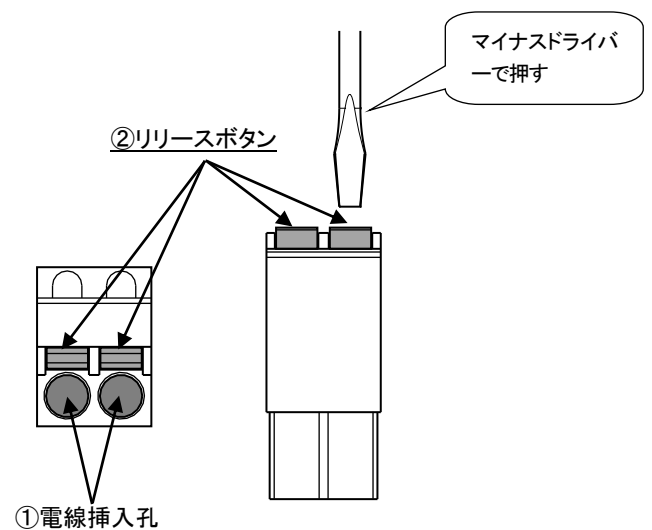

図 11-1 通信ポートコネクタ
(2)図 11-1 を参照してください。リリースボタン②の溝をマイナスドライバーなどで押し込みながら電線挿入孔①に電線を差し込みます。